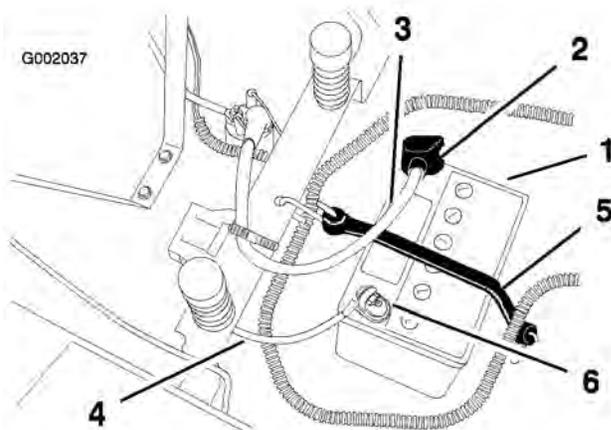

Figure 32
4. Débranchez le câble négatif (noir) de mise à la masse de la borne de la batterie (Figure 32).
5. Repoussez le capuchon en caoutchouc sur le câble positif (rouge). Débranchez le câble positif (rouge) de la borne de la batterie (Figure 32).
6. Enlevez la sangle de maintien de la batterie (Figure 32) et ôtez la batterie de son support.
1. Placez la batterie sur son support, les bornes à l'opposé du panneau de commande (Figure 32).
4. Fixez les câbles à l'aide de 2 boulons (1/4 x 3/4 pouce), 2 rondelles (1/4 pouce) et 2 écrous (1/4 pouce) (Figure 32).
6. Fixez la batterie en place à l'aide de la sangle de maintien (Figure 32).